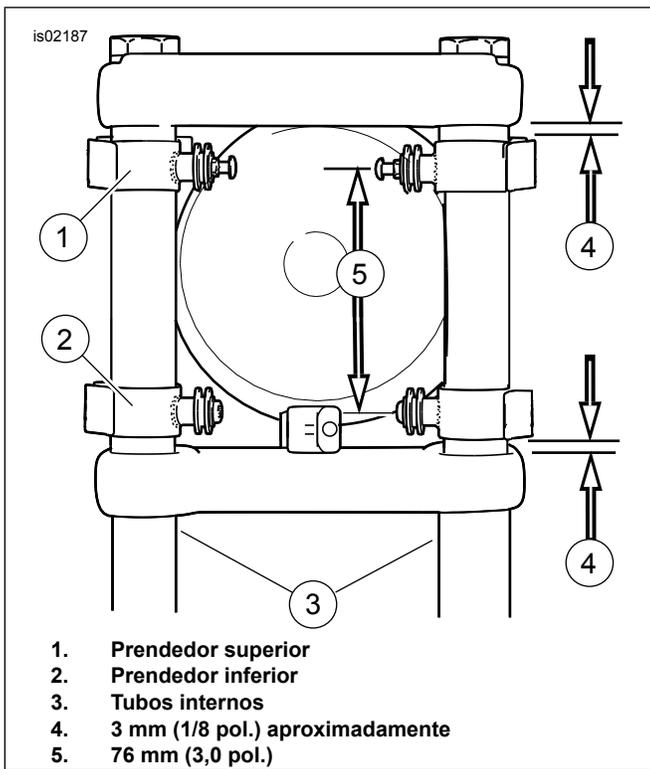

Figura 1. Instalação dos prendedor
2. Veja Figura 1. Instale um prendedor inferior em um tubo interno usando uma arruela cromada menor e uma porca de travamento do kit. Ajuste de modo que o prendedor fique aproximadamente 3 mm (1/8 pol.) acima da parte superior do prendedor triplo inferior e aperte a porca de travamento com a mão. Repita o procedimento com o segundo prendedor inferior e o tubo interno.
Veja Figura 1. Instale os prendedores nos tubos internos de modo que as linhas de centro das buchas fiquem afastadas a 76 mm (3 pol.).